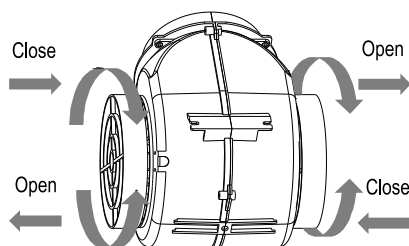

Fig.11
- Os filtros de carbono estão localizados no final do motor. Gire-os até que estejam trancados. Veja a Fig.11.